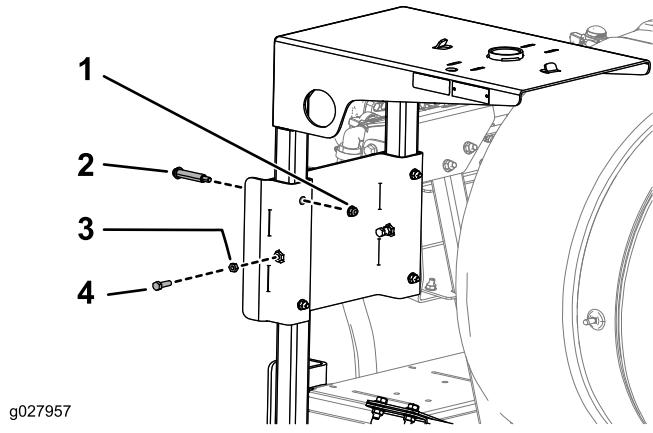

Figura 6
- Introduzca el bastidor de la bandeja del carrete en las ranuras del soporte de la bandeja del carrete, y sujetela con 4 pernos de cuello largo, 4 tuercas con arandela prensada (5/16-18 pulgada), 2 pernos (5/16-18 x 1 pulgada, GR5), y 2 contratuerzas (5/16-18 pulgada), según se muestra en Figura 6.